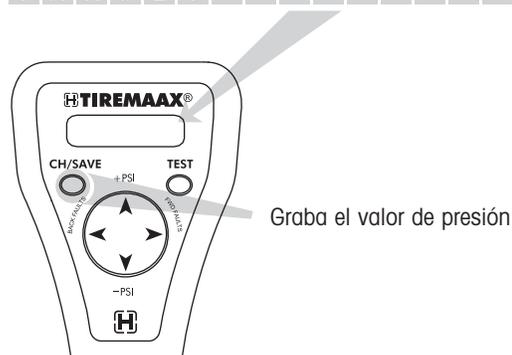

Figura 35. Grabando el nuevo valor de presión objetivo
- Presione el botón CH/SAVE (change/save) para grabar el nuevo valor de presión objetivo (figura 35).